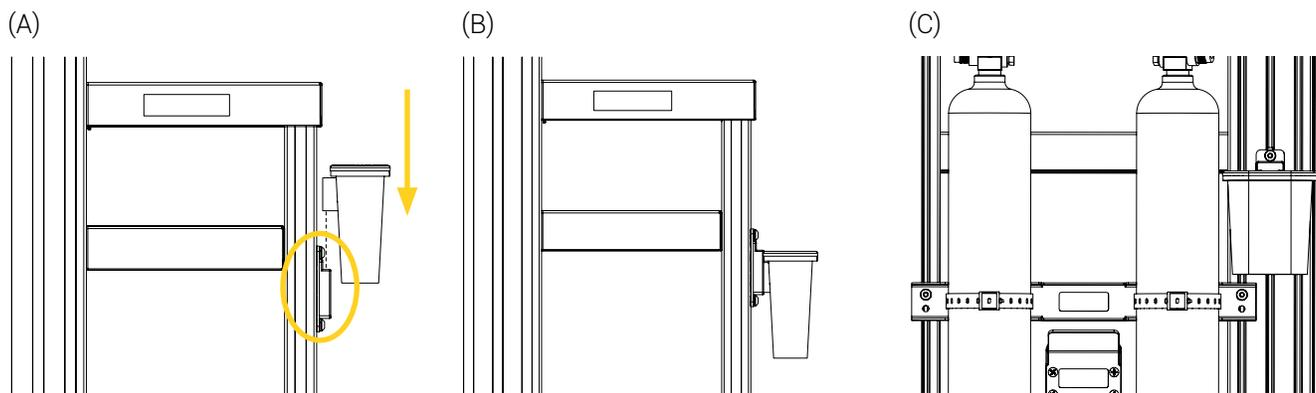

Figure 21 : Installation du bocal d'aspiration Serres (côté et devant du chariot de transport illustré)
1. Insérer le support encastré du bocal dans l'adaptateur Serres, jusqu'au fond de la plaque-support (Figure 21).